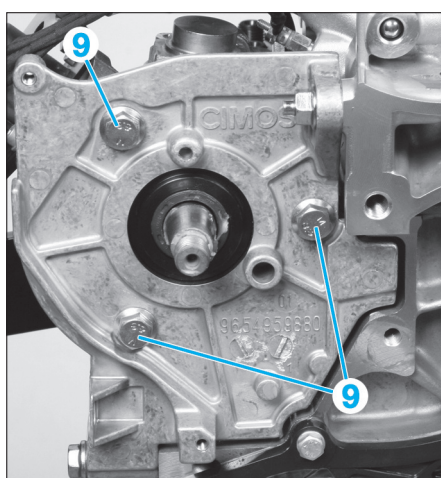

FIG. 53
- les vis de fixation (9) de la pompe côté carter de distribution (Fig.53),